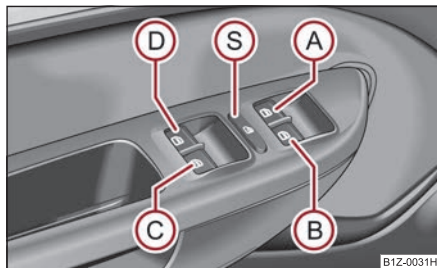

Fig. 51 Teclas en la puerta del conductor
Las teclas para las diferentes ventanillas se encuentran en el apoyabrazos de la puerta del conductor ⇒ fig. 51, puerta del acompañante y en las puertas traseras* ⇒ página 55.
Vd. puede poner fuera de funcionamiento los conmutadores en las puertas traseras pulsando el conmutador de seguridad (S) ⇒ fig. 51. Se ponen de nuevo en funcionamiento las teclas en las puertas traseras pulsando repetidamente el conmutador de seguridad (S).
- Si se transporta niños en los asientos traseros, se recomienda poner fuera de funcionamiento los elevallunas eléctricos de las puertas traseras (conmutador de seguridad) (S) ⇒ página 54, fig. 51.